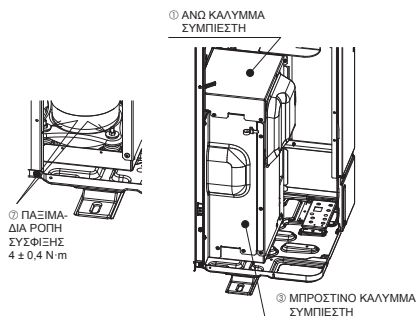

Fig. 4-2
- Αφού αφαιρέσετε τα σταθερά εξαρτήματα του ΣΥΜΠΙΕΣΤΗ, φροντίστε να ασφαίσετε τα παξιμάδια και να επαναφέρετε το ΑΝΩ ΚΑΛΥΜΜΑ ΣΥΜΠΙΕΣΤΗ και το ΜΠΡΟΣΤΙΝΟ ΚΑΛΥΜΜΑ ΣΥΜΠΙΕΣΤΗ στην αρχική τους κατάσταση. (Fig. 4-2)